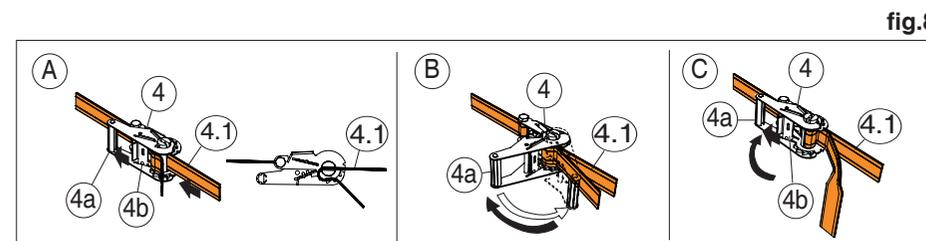

fig.8
- d - passare l'estremità liscia del nastro (4.1) all'interno del rullino del cricchetto seguendo le indicazioni riportate in fig.8 fase A;
- e - tensionare manualmente la linea tirando l'estremità libera del nastro (4.1) quindi, azionare la leva (4a) del cricchetto fino ad ottenere una leggera tensione del nastro (fig.8 fase B). Per sbloccare il cricchetto agire sulla levetta (4b);
- f - terminata l'operazione di tensionatura, portare la leva (4a) in posizione chiusa sollevando la levetta (4b) (fig.8 fase C).